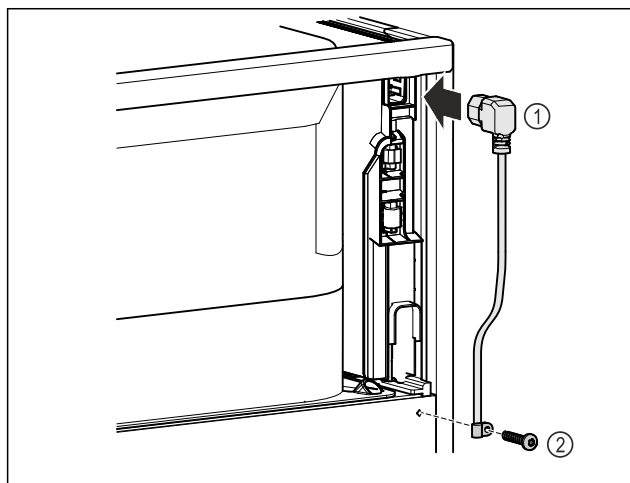

Fig. 9
- Pistke võrguühendusjuhtme Fig. 9 (1) külmutusseadme pesa seadme tagaküljel sisse.
- Monteerige tõmbetõkis. Fig. 9 (2)